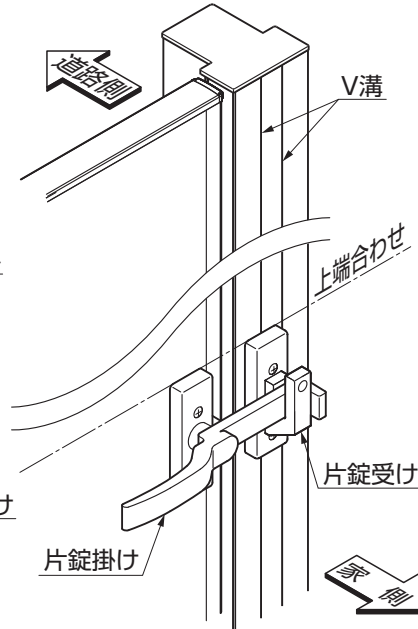

図7-2
- 片錠受けの取付け高さは、片錠掛けの上端合わせとなります。(図7-2参照)